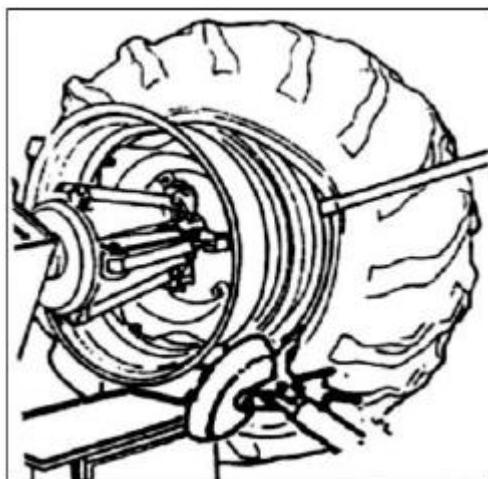

Рис. 18
- 13) Вставьте монтировку между ободом и бортом шины справа от инструмента (см *Рис.18*)